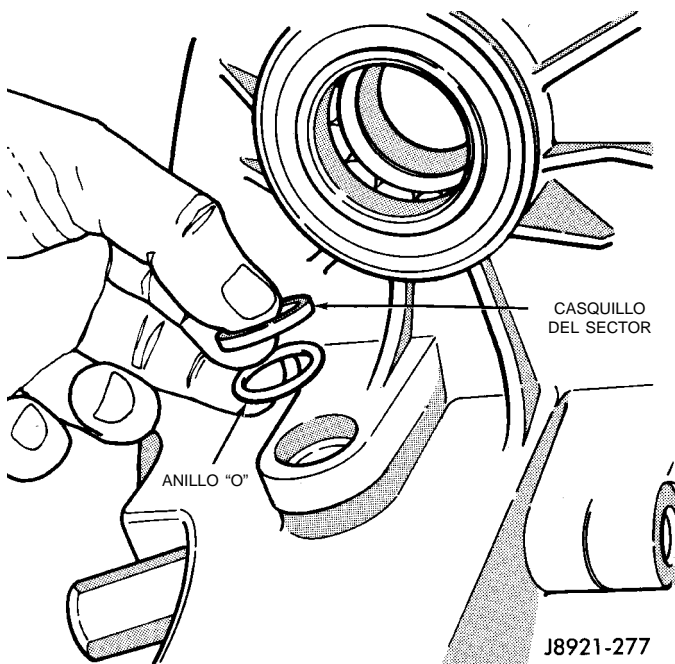

Fig. 59 Instalación de anillo "O" y casquillo del sector
- (1) Instale un nuevo anillo "O" y casquillo del eje de sector (Fig. 59).